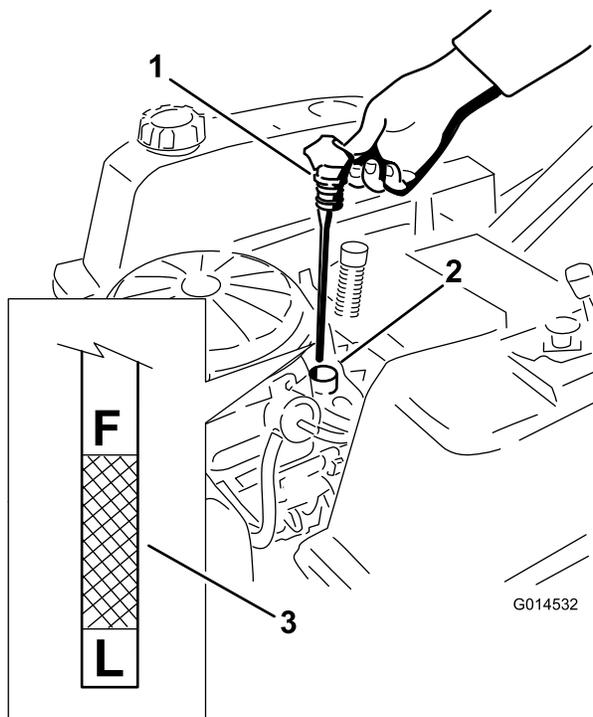
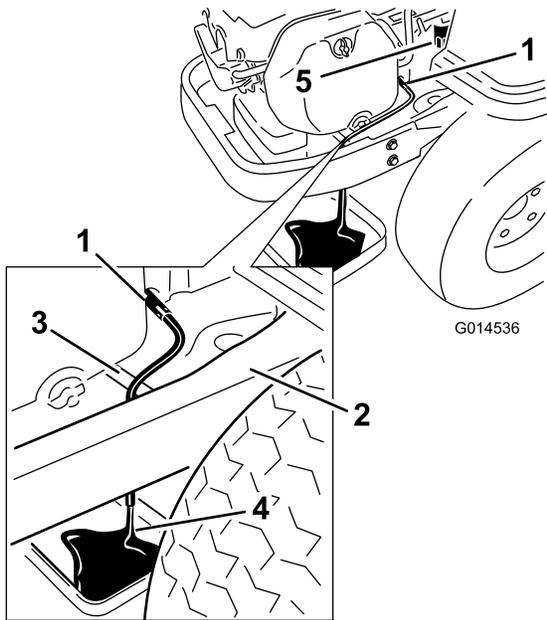

Figura 29
Figura 31
4. Retire el tapón de llenado/varilla de aceite y límpielo. Vuelva a colocar la varilla y empuje firmemente para asentarla en su lugar (Figura 29).
5. Retire la varilla y compruebe el nivel de aceite (Figura 29).
- Coloque un recipiente debajo del tubo de vaciado de aceite según se muestra en Figura 31
- Gire la válvula de vaciado 1/4 de vuelta en el sentido contrario a las agujas del reloj para abrirla y dejar que el aceite se drene (Figura 31). Retire el tapón de llenado/varilla (Figura 29).
- Retire el filtro usado y limpie con un paño la superficie de montaje (Figura 31).
- Cuando el aceite se haya drenado completamente, cierre la válvula de vaciado de aceite. Retire el tubo de vaciado y limpie cualquier exceso de aceite que hubiera en el bastidor (Figura 31).
- Vierta lentamente un 80% aproximadamente de la cantidad especificada de aceite por el tubo de llenado (Figura 29).
- Coloque firmemente el tapón de llenado/varilla (Figura 29).
- Compruebe el nivel de aceite (Figura 29); consulte Verificación del nivel de aceite.